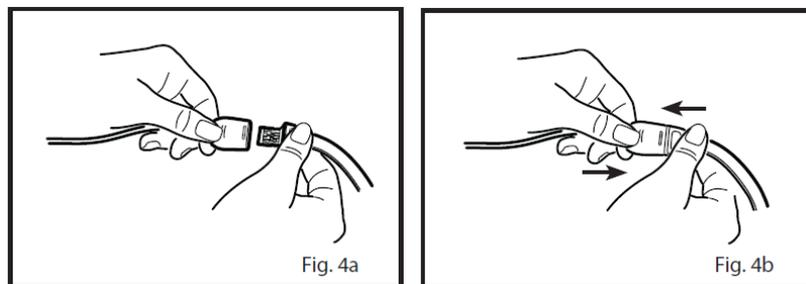

Fig. 26 Anschluss des RD SET Patienten-kabels an den RD SET Sensor
- 1 Siehe Bild 4a in Fig. 26: Richten Sie die Anschlusslasche des Sensors so aus, dass die Seite mit den "glänzenden" Kontakten nach oben zeigt. Richten Sie das Patienten-kabel so aus, dass der Farbbalken und die Fingergriffe nach oben zeigen.
- 2 Siehe Bild 4b in Fig. 26: Führen Sie die Sensorlasche in das Patienten-kabel ein, bis die Verbindung mit einem fühlbaren oder hörbaren Klicken hergestellt ist. Ziehen Sie leicht an den Anschlüssen, um einen positiven Kontakt zu gewährleisten. Sie können das Kabel mit Klebeband befestigen, um Bewegungen zu verhindern.